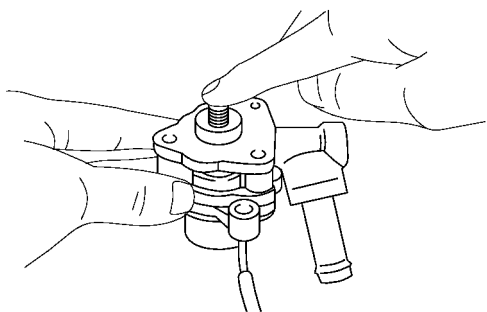

图 2-8 检查阀和阀座是否损坏
1) 检查阀和阀座是否损坏，并用手按放阀杆，应进出移动平滑、灵活，如图 2-8 所示。